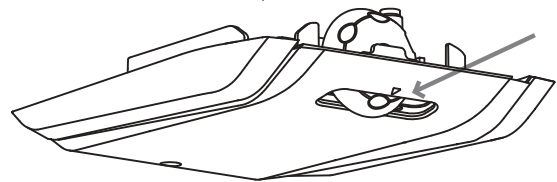

Abb. 1
- Der Thermostat befindet sich im Inneren des Kühlraums (Abb. 1). Den Stelling des Thermostats über die Position "0" hinaus drehen. Beim Öffnen der Kühlschranktür schaltet sich die Innenbeleuchtung ein. Wird der Stelling auf "0" gestellt, schaltet sich das Gerät aus.